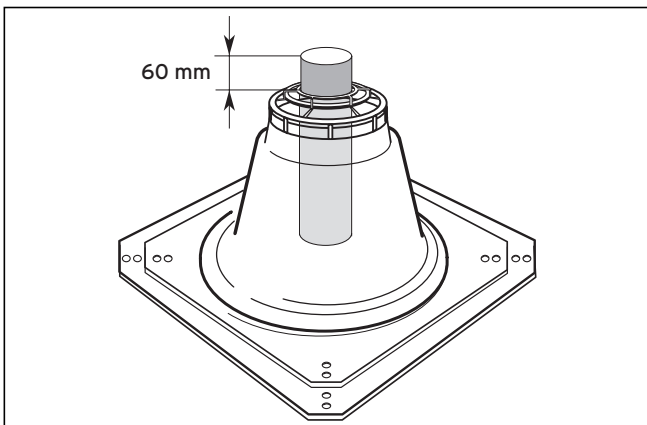

Abb. 4.50 Länge des oberen Abgasrohrs
- Kontrolle: Über dem Fuß des Schachtaufsatzes (2) müssen 60 mm überstehen (siehe Abb. 4.50).
- Klemmen Sie die Haube des Schachtaufsatzes (1) über das obere Ende der starren Abgasleitung und drücken Sie sie fest auf. (Die Haube rastet nicht im Fuß ein.)